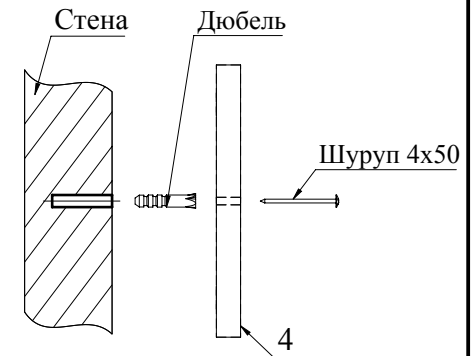

Рис.8
10. Для исключения опрокидывания в изделии предусмотрено крепление к стене. С помощью карандаша и рулетки разметьте стену. Просверлите четыре отверстия под дюбель. Через отверстия в деталях 4 закрепите шкаф под обувь к стене при помощи шурупов 4x50 (Рис. 8).